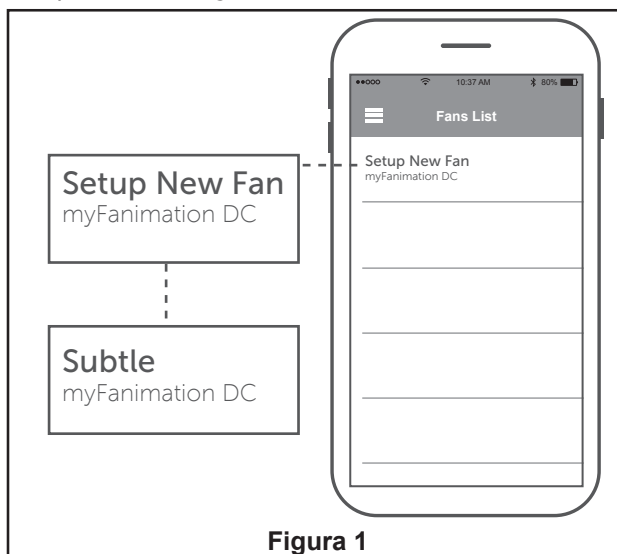

Figura 1
1. Instalación de la placa de la pared: (Figura 1)
1. Abra la app fanSync y toque el nuevo ventilador para iniciar la instalación. (Figura 1)